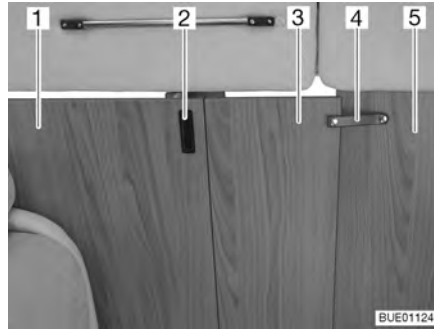

Fig. 41 Separación de la cabina del conductor, cerrada
- Tirar la separación de la cabina del conductor (Fig. 41,1) en el tirador (Fig. 41,2) completamente hacia atrás.
- Fijar la parte plegable de la separación de la cabina del conductor (Fig. 41,3) con la cinta de seguridad (Fig. 41,4) en la pared intermedia izquierda (Fig. 41,5).